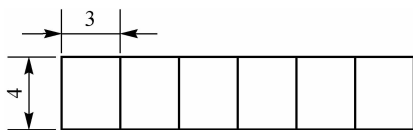

图 3-6 端子排
**练习:**利用“直线”命令,按图 3-6 所示尺寸绘制端子排。